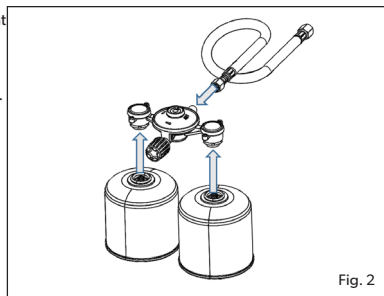

Fig. 2
- Schroef twee gascartridges aan de Dual Power Pak (fig.2).